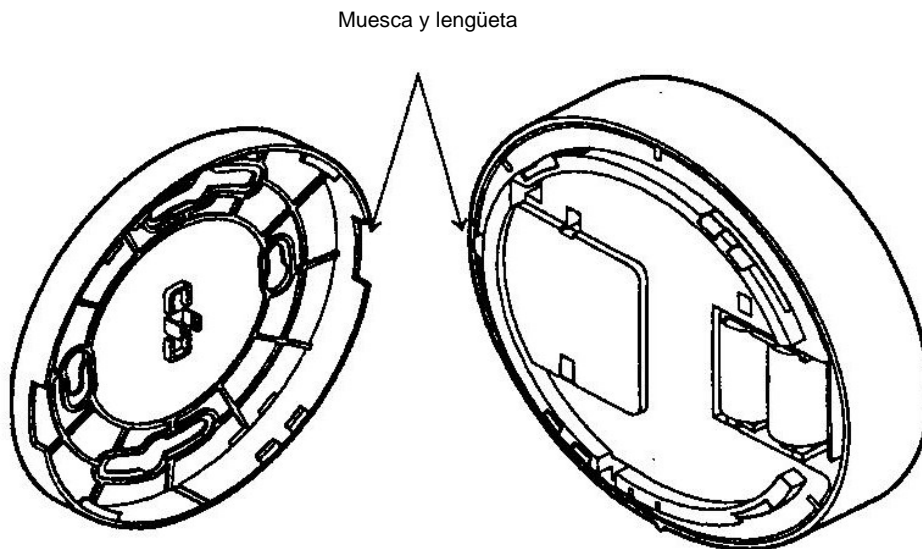

Figura 22. Encaje del detector a la base
- Alinee las flechas de la base de montaje con las marcas del detector de incendio y gire el detector hacia la derecha, hasta que el detector quede encajado (figura 22).